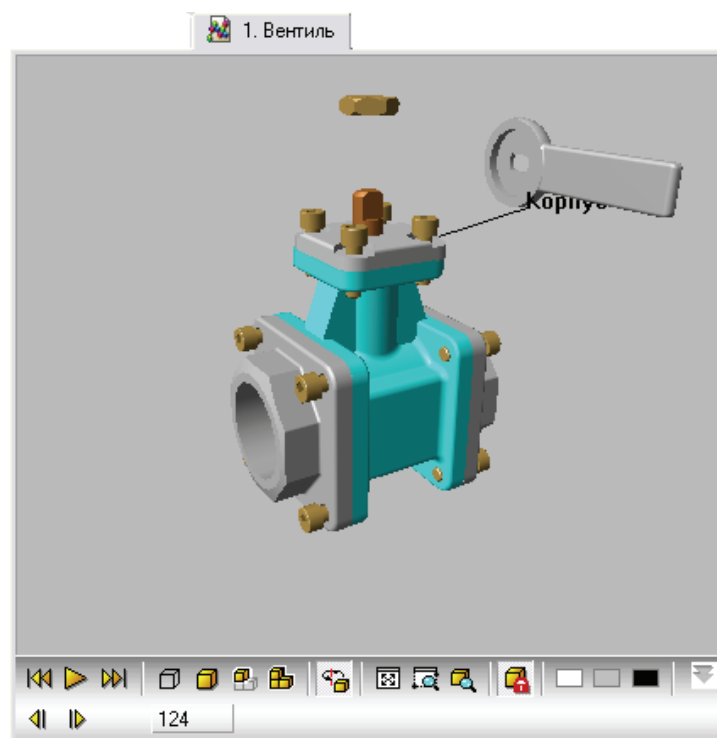

Рис. 3.65
2. В какой-то момент нажмите на кнопку **Пауза** . Процесс разборки изделия остановится и на дополнительной панели в окошке **Текущий кадр** появится номер кадра, на котором разборка остановлена (Рис. 3.65).